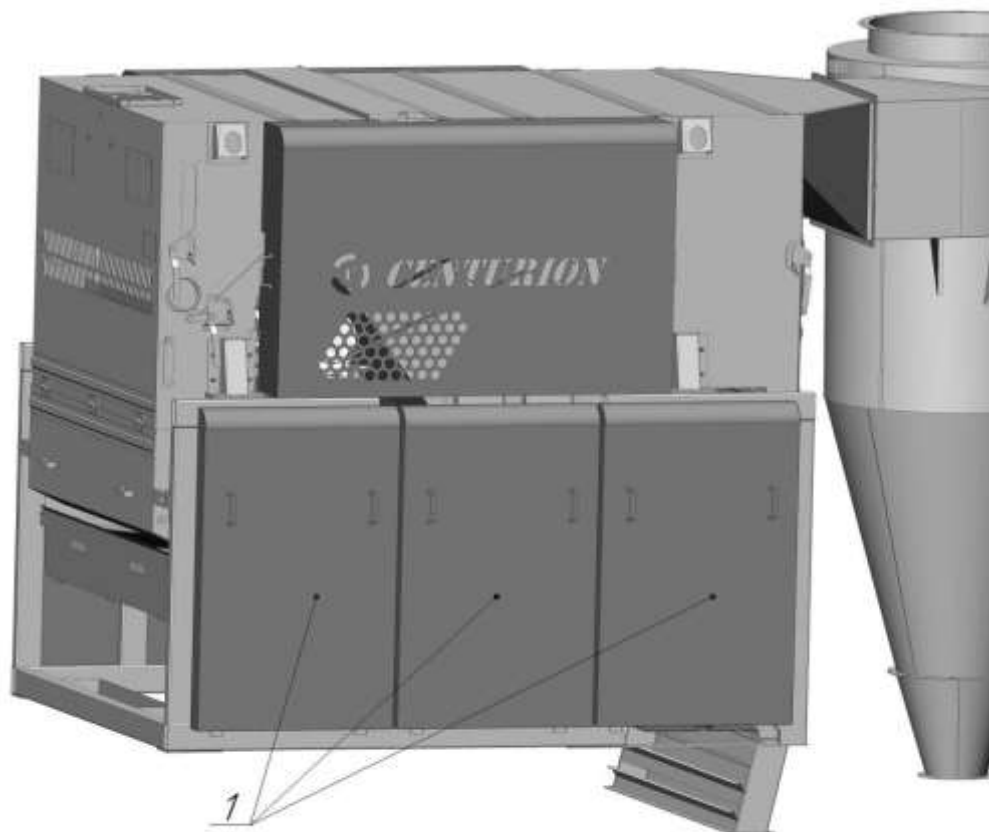

Рис. 1
1. Снять шесть защитных кожухов рамы сепаратора (Рис. 1)